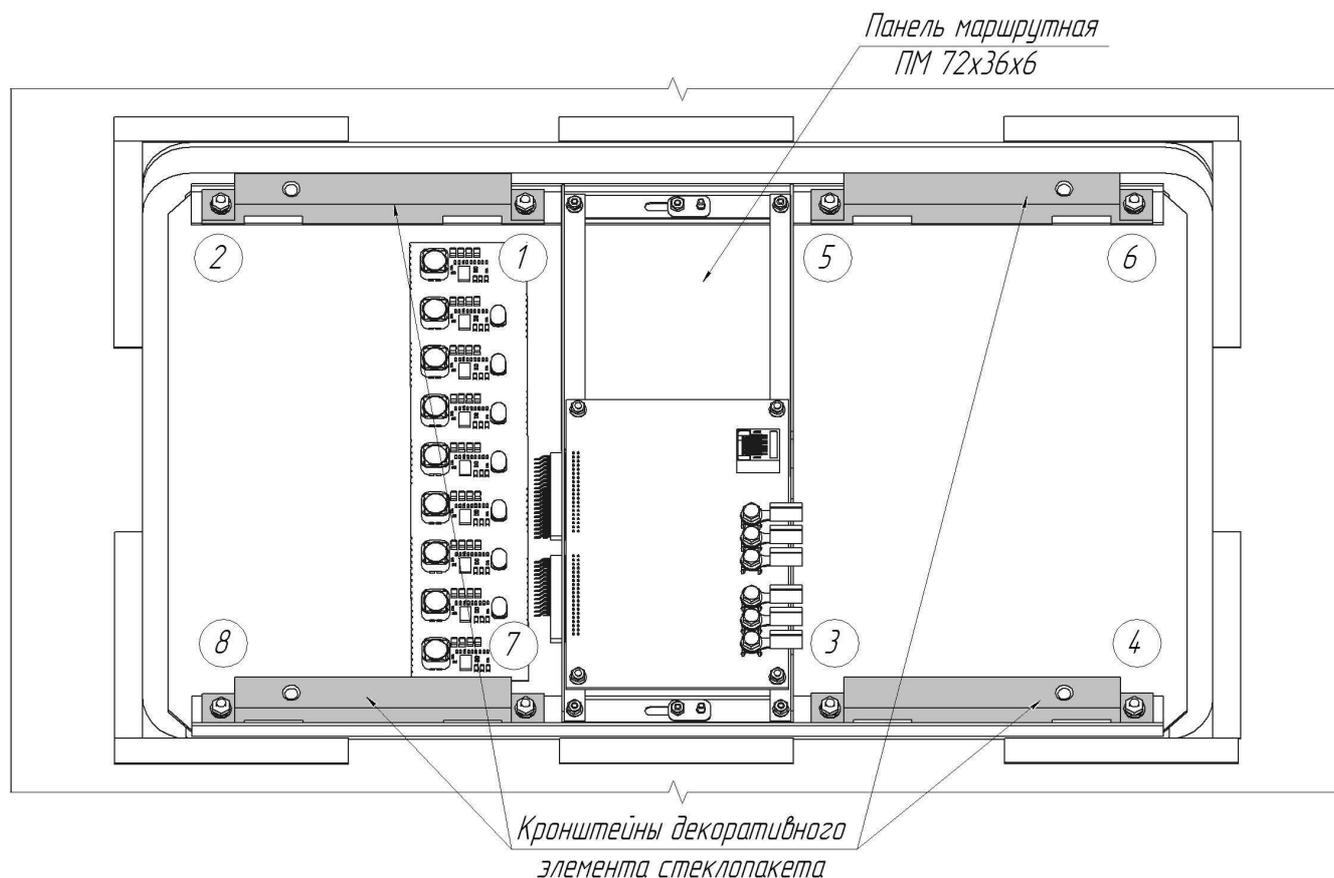

Рис.6 Рекомендуемая схема последовательности затяжки гаек.
- Окончательное закрепление производить согласно схемы затяжки (см. рис.6). Момент затяжки 2,00 (0,20) Н*м (кгс*м).